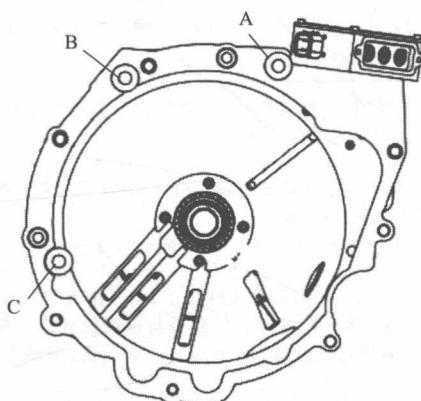

图 1-2-1
- (1) 使用工具
① 十字螺丝刀。
② 一字螺丝刀。
③ 10mm、12mm 套筒。
(2) ISG 电动机总成的拆卸方法
① 拆卸三相线及电动机接插件后，按照常规减速器的拆卸方法，将减速器与动力总成脱离，且留出足够电动机取出的距离。
② 逆向拆卸螺栓与定位销，取下 ISG 电动机总成。
(3) ISG 电动机总成安装
① 螺栓装配要求：预紧所有螺栓，以对角方式拧紧螺栓，且优先拧紧销孔处的螺栓。
② 先将发动机放置或锁定在安装台架上，保证发动机安装面不受干涉。
③ 装入 ISG 电动机总成。按图 1-2-1 标识首先安装螺栓 A、B、C，由 ISG 电动机端拧入发动机缸体。